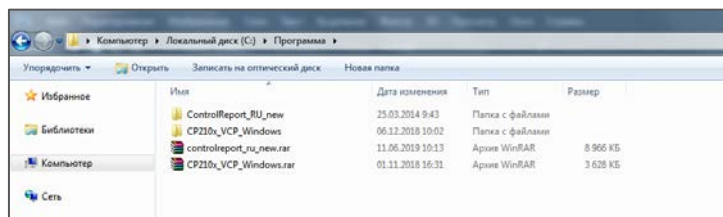

Рисунок 2.15 – Загруженное ПО
1. Скопировать драйвер «CP210x\_VCP\_Windows» и программу «ControlReport\_RU\_new» (архивы формата .rar) на жесткий диск компьютера или скачать актуальные версии с официального сайта NOVOTEST. После загрузки необходимо разархивировать данные и будет получено две папки: с драйвером и программой (рис. 2.15).